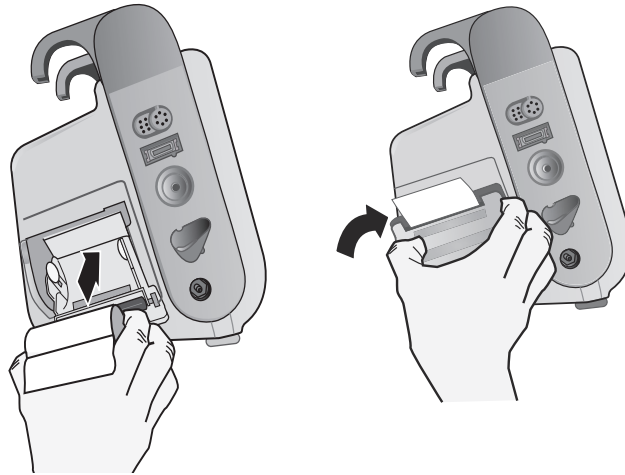

Abbildung 25-2. Einlegen des Papiers und Schließen der Druckerklappe
4. Legen Sie das Papier wieder in das Gerät ein und schließen Sie die Klappe (siehe Abb. 25-2).